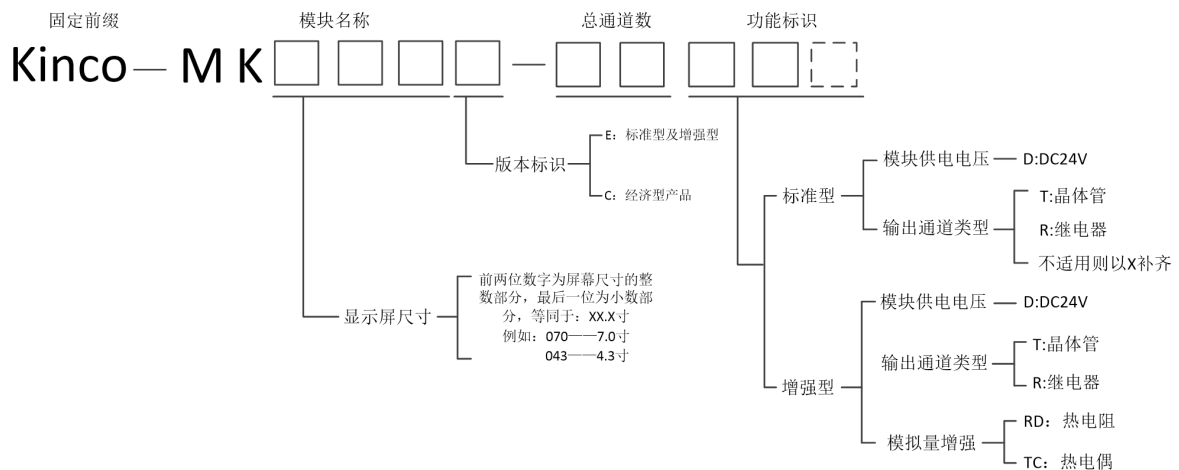

图 1.2-1 MK 系列命名规则示意
**模块描述标识 + 总通道数 + 功能标识**，详细的说明见下图 1.2-1。